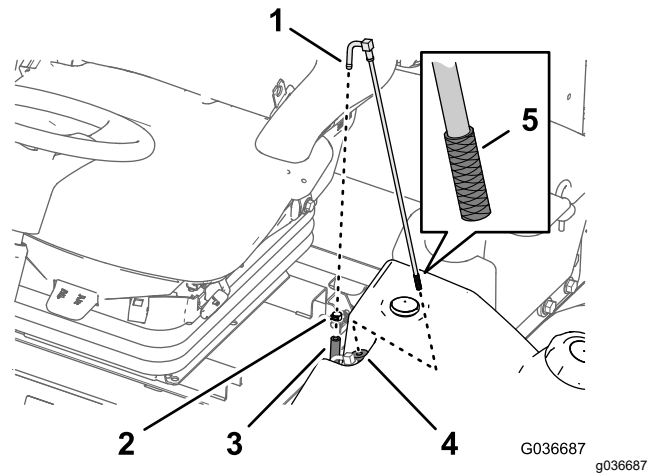

Figura 46
2. Retire la manguera del acoplamiento (Figura 46).
3. Eleve el tubo de aspiración de combustible del depósito de combustible (Figura 46).
4. Limpie cualquier residuo de la rejilla al final del tubo de aspiración de combustible (Figura 46).
5. Inserte el tubo de aspiración de combustible a través del casquillo de goma y en el depósito (Figura 46).
1. Retire la abrazadera que fija la manguera de suministro de combustible al acoplamiento del tubo de aspiración de combustible (Figura 46).